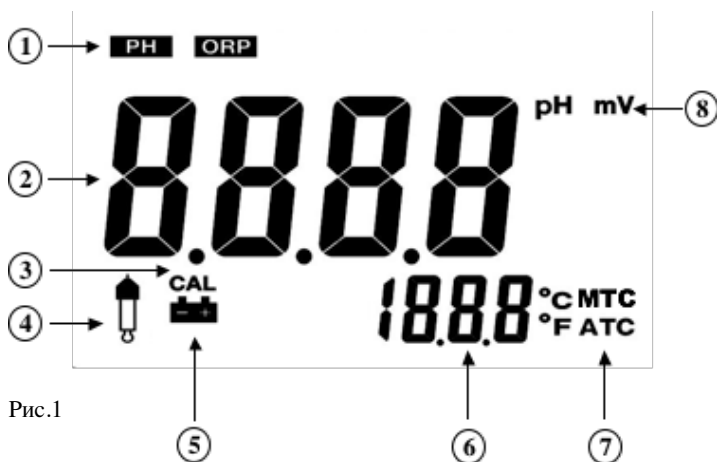

Рис.1
#### ОПИСАНИЕ ДИСПЛЕЯ (см. Рис.1)
1. Если заряд элемента питания станет слишком низким для работы прибора, на дисплее появится соответствующий индикатор (см. п.5, Рис.1). Это означает, что элемент питания пора заменить на новый.